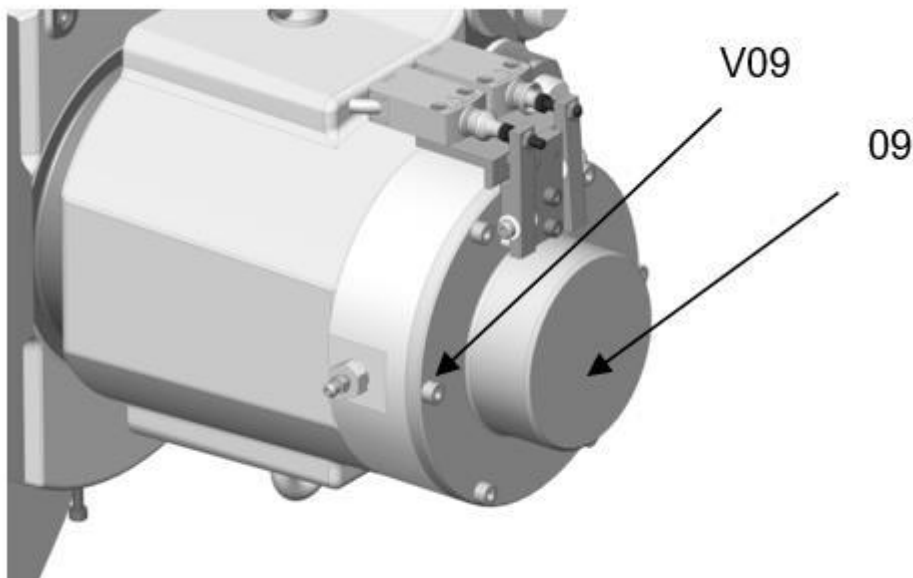

Bild 5.2
3. Entfernen Sie die Abdeckung **09** durch Lösen der 6 Schrauben **V09** mithilfe eines Sechskantschlüssels Bild 5.2.